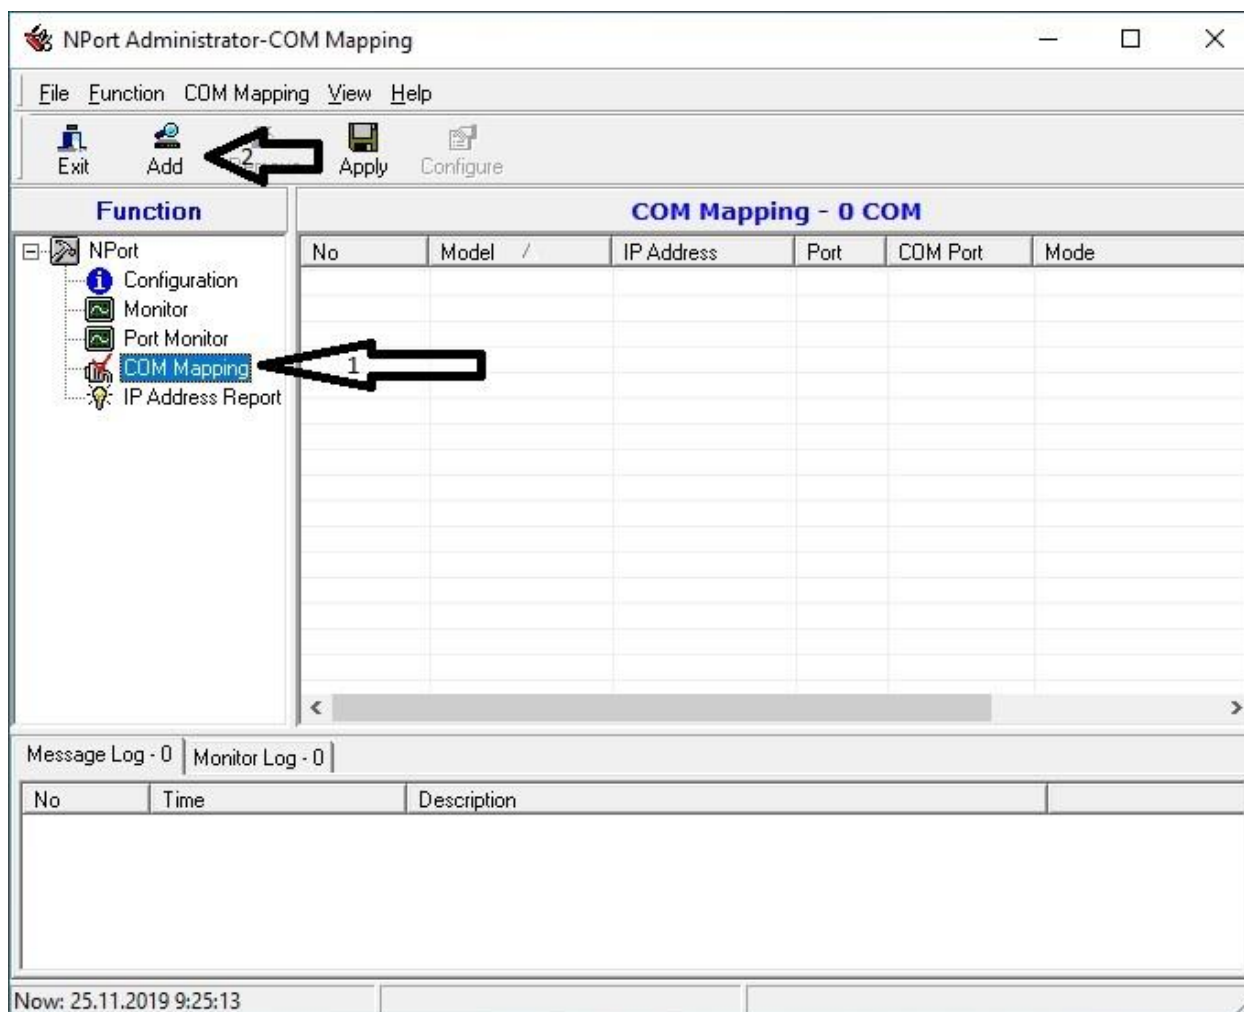

рис. 16
Для определения и сохранения в системе com-портов, используйте ранее установленную утилиту NPort Administrator. Кликните по пункту «COM Mapping» (1) и используйте функцию «Add» (2). (рис.16)